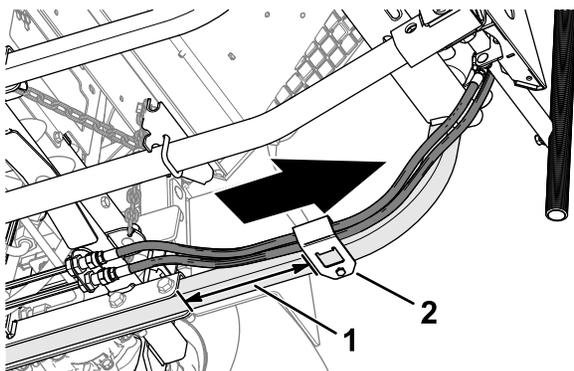

図 17
3. シリンダとホースを昇降フレームの裏側に通す 図 17。
4. 図 17のように、後チューブチャンネル材から出ているホースの 9 cm の所にホースガードを取り付ける。